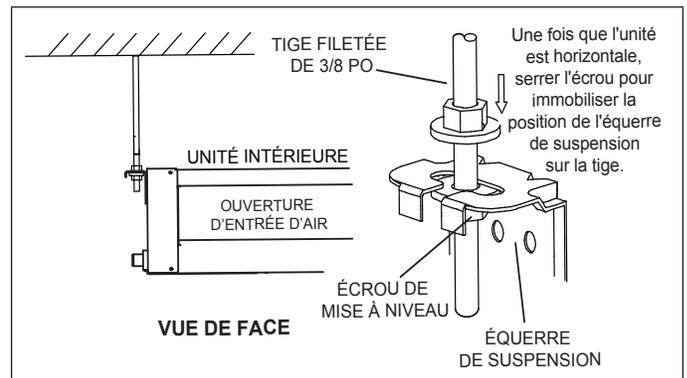

Figure 8. Matériel de suspension
3. Insérer un écrou et une rondelle sur chaque tige filetée. Utiliser du ruban isolant pour maintenir la rondelle en place. Positionner les écrous légèrement au-dessus de la position finale des quatre équerres de suspension. Voir «Figure 8. Matériel de suspension».